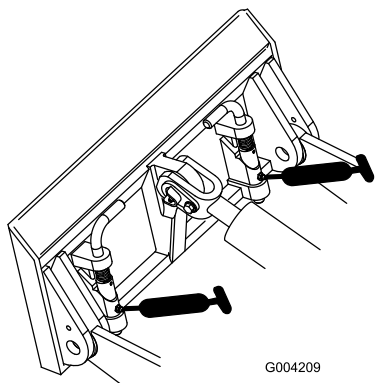

Figure 19
4. Raccordez une pompe à graisse à chaque graisseur (Figure 18 et Figure 19).